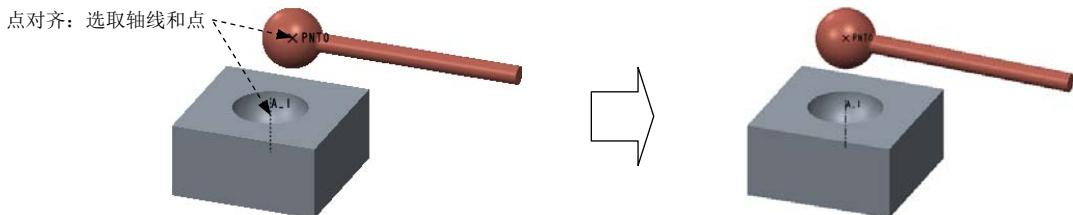
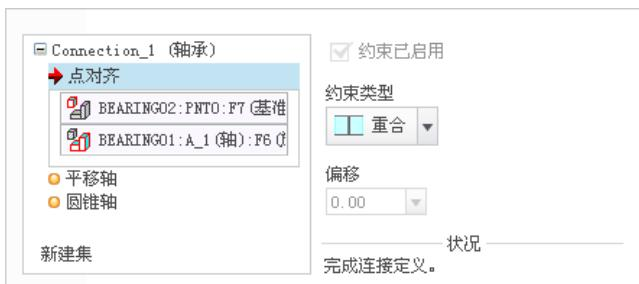

图 3.7.1 创建轴承（Bearing）连接
图 3.7.2 “点对齐”约束参考
Step4. 引入第二个元件 bearing02.prt，并将其调整到图 3.7.1 所示的位置。
(1) 在连接列表中选取 轴承 选项，此时系统弹出“元件放置”操控板，单击操控板菜单中的 **放置** 选项卡。
(2) 定义“点对齐”约束。分别选取图 3.7.1 所示的轴线和点为“点对齐”约束参考；此时 **放置** 界面如图 3.7.2 所示。